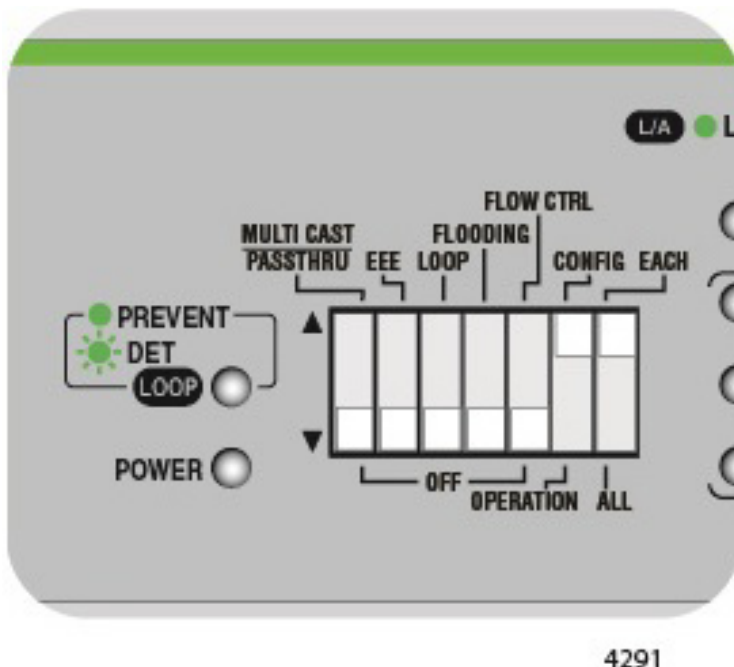

Рисунок 42. Положение DIP-переключателя для настройки отдельного порта
2. Установите DIP-переключатель № 7 (ALL/EACH) в верхнее положение (EACH). Индикатор SPD/LOOP у порта № 1 начнет мигать, указывая на готовность этого порта к настройке. См. рис. 42.